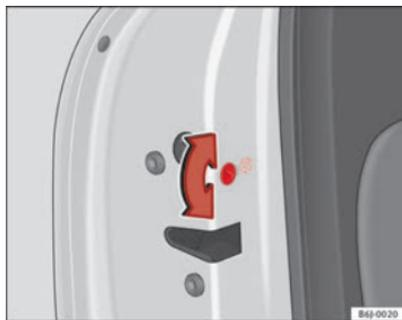

Fig. 44 Seguro para niños de la puerta izquierda
- Con la puerta abierta, gire la ranura con la llave del vehículo en sentido anti-horario para puertas izquierdas → fig. 44 y horario para las puertas derechas. ▶
- Con la puerta abierta, gire la ranura con la llave del vehículo en sentido anti-horario para puertas derechas y horario para las puertas izquierdas ⇒ fig. 44.